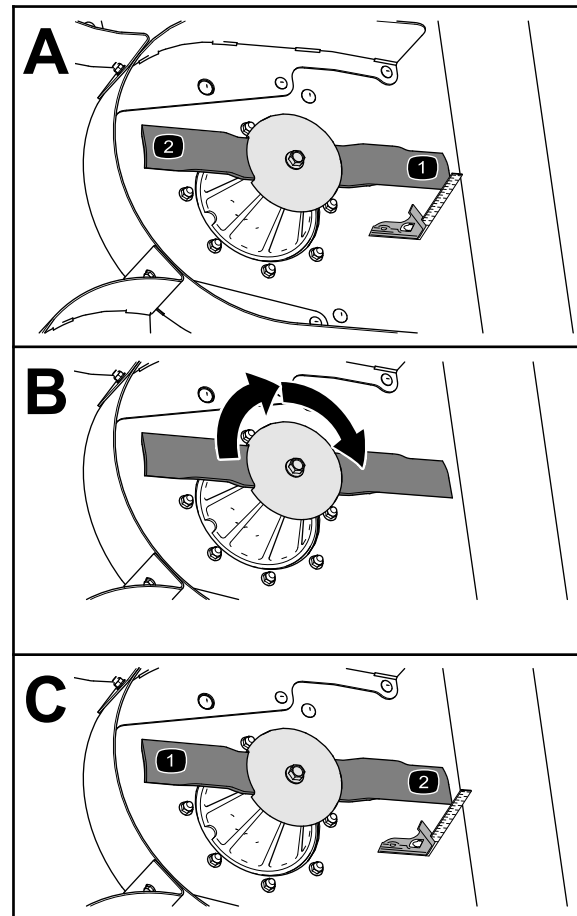

Figura 72
3. Utilize um esquadro para medir a distância entre a área livre da plataforma e a ponta da extremidade de corte (Figura 72).
4. Rode a lâmina 180° (Figura 72).
5. Meça a distância entre a área livre na plataforma e a ponta da extremidade de corte (Figura 72).